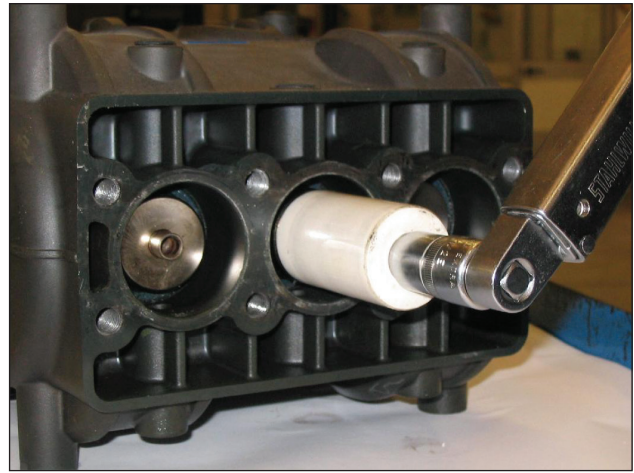

Abb. 23
- A) Lösen Sie die Befestigungsschrauben des Kolbens gemäß Abb. 23.